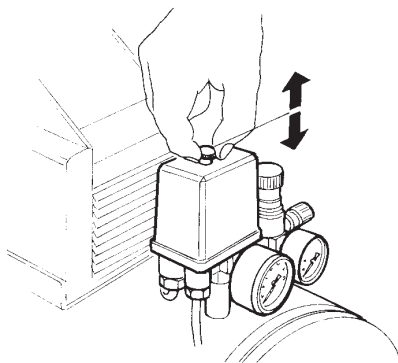

fig. 5
- veiller à ce que le bouton situé sur le pressostat (figure 5) soit dans la position de repos "OFF-0".
Après avoir effectué les susdits contrôles, enfoncez la fiche dans la prise de courant et amorcez le compresseur en appuyant sur le bouton du pressostat jusqu'à la position "ON-1" (figure 5). Pour arrêter le compresseur, appuyez sur le même bouton, jusqu'à la position "OFF-0" (figure 5).
Le fonctionnement du compresseur est réglé par l'action directe du pressostat (figure 5) qui débranche l'alimentation du réseau du moteur lorsque la pression à l'intérieur du réservoir atteint la valeur programmée sur le pressostat (8 bar). Il le rebranche lorsque la pression atteint une valeur de quelque 2 bar de moins par rapport à la pression d'exercice.